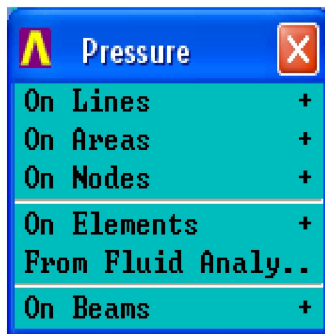

Рис. 3.17. Панель задания направления перемещений
2. Выбрать в меню тип объекта (On Lines, On Areas и т.д.) (рис. 3.17).